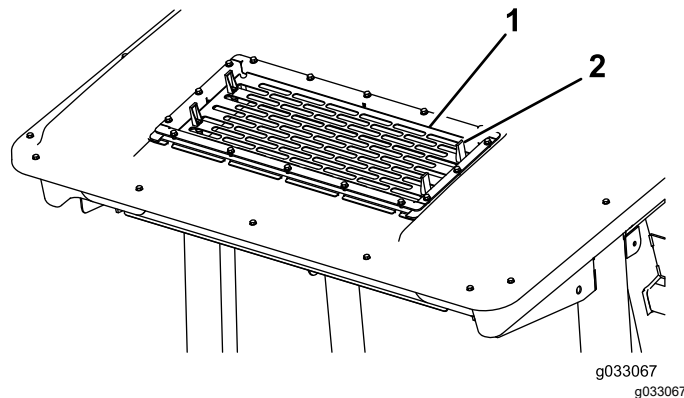

Figura 94
2. Levante las 4 pestañas de la rejilla del aire acondicionado (Figura 94) y retire la rejilla por la parte superior de la cabina.